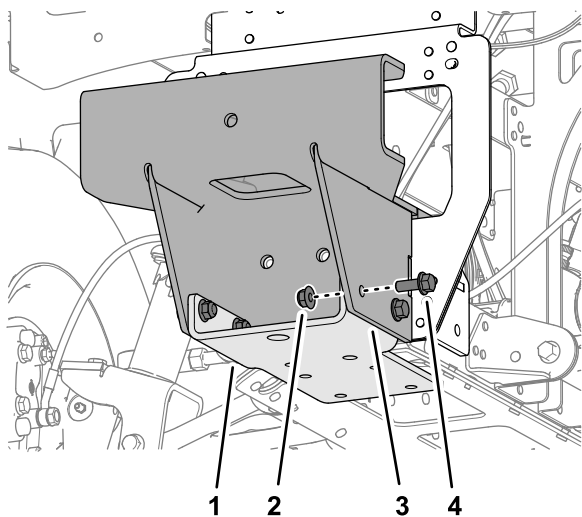

Figura 49
2. Monte provisionalmente el soporte inferior en el soporte del recogepelotas (Figura 49) usando 4 pernos con arandela prensada (3/8" x 1") y 4 tuercas con arandela prensada (3/8").
5. Retire los 4 pernos con arandela prensada ($\frac{3}{8}$ " x 1"), las 4 tuercas con arandela prensada ($\frac{3}{8}$ "), y el soporte inferior del soporte del recogepelotas (Figura 49).